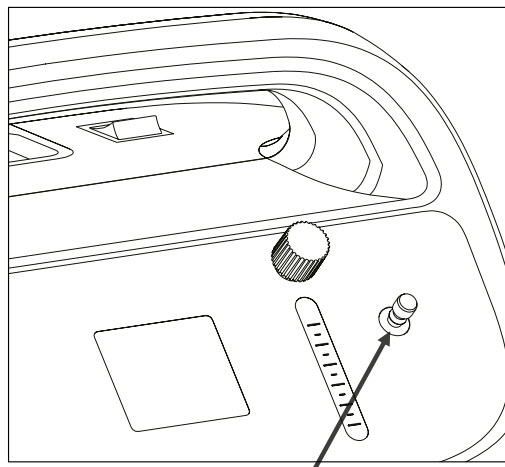

Figura 7: Interface do nebulizador
- Desconecte a tampa do nebulizador na interface do nebulizador (Figura 7).